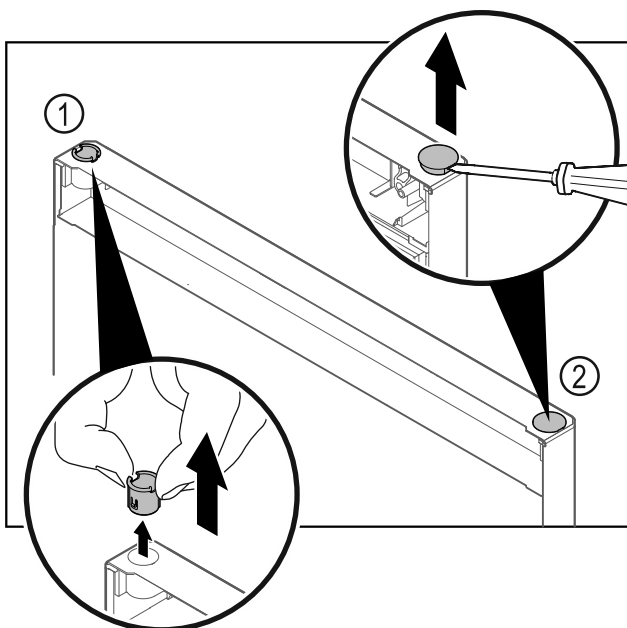

Fig. 23
- Tõmmake šarniiripuks Fig. 23 (1) sõrmedega välja.
- Tõstke kattedekork Fig. 23 (2) ettevaatlikult lapikruvikeerajaga üles ja tõmmake välja.